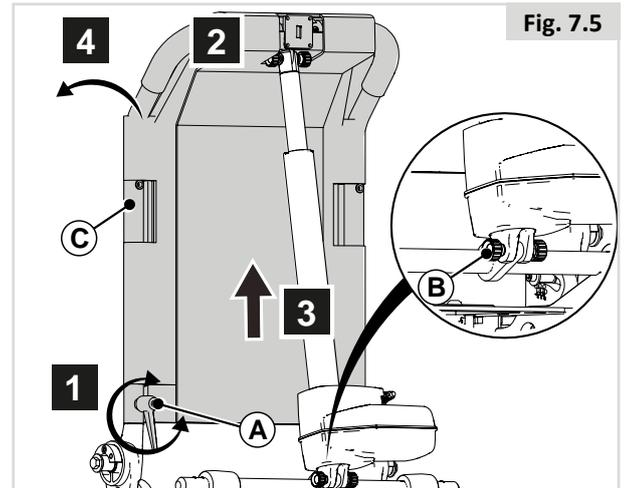

Fig. 7.5
7.4 Rabattement du dossier inclinable (Fig. 7.5)